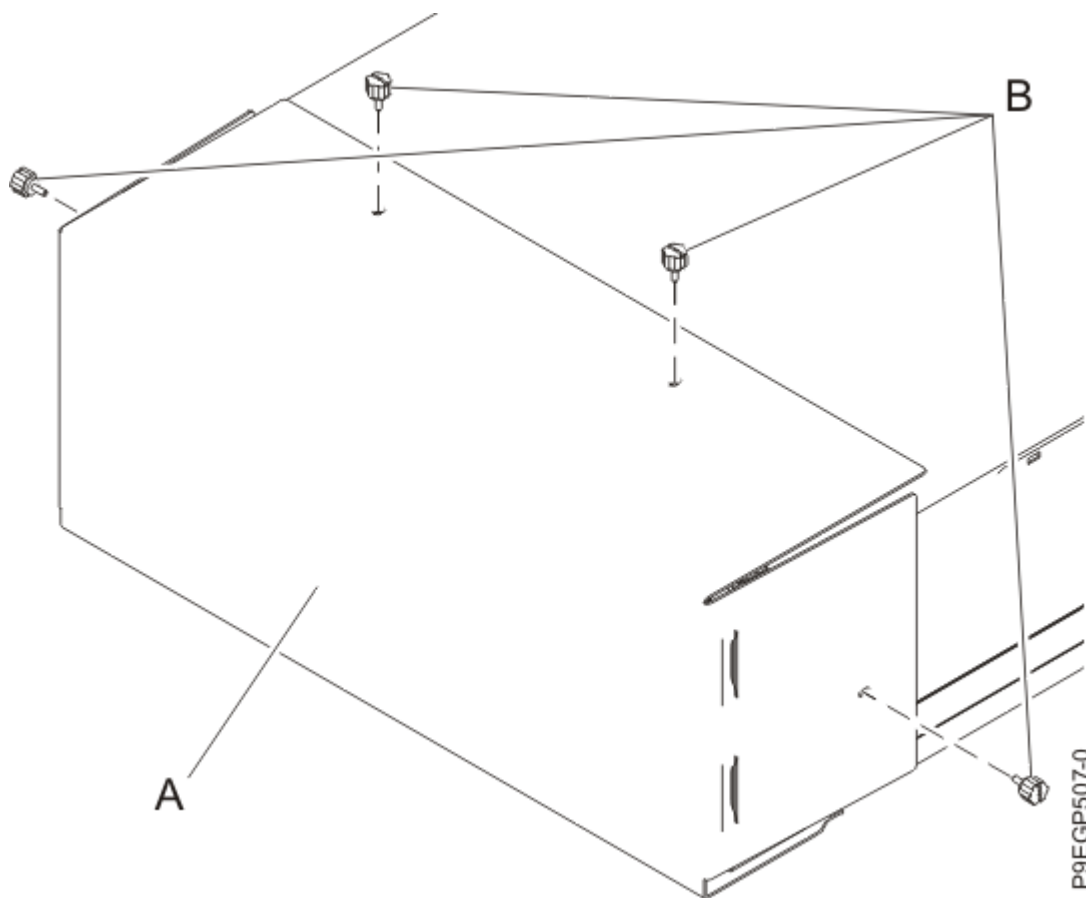

図 7. 配送カバーの取り外し
2. 配送カバー **(A)** をドロワーの背面に固定するために使用されている 4 本のつまみねじ **(B)** を取り外します (10 ページの図 7 を参照)。 配送カバーを取り外します。